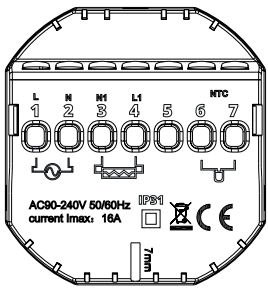
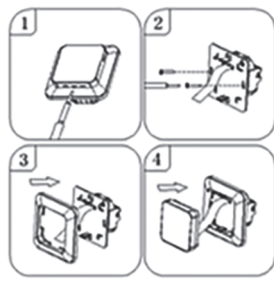

Abbildung 1. Beschreibung der Klemmleiste des Thermoreglers
Abbildung 2. Demontage des Thermoregulators
Der Temperaturregler ist für den Einbau in eine Elektrodose mit ø 60 mm vorgesehen. Für seine Installation im Schaltkasten und den elektrischen Anschlüssen, öffnen Sie das Gehäuse sehr vorsichtig (um das Verbindungsband nicht zu beschädigen), indem Sie die Displaybaugruppe gemäß den Anweisungen in Abbildung 2 oben entfernen. Die Installation des Temperaturreglers sollte an einem Ort geplant werden, der keiner direkten Sonneneinstrahlung ausgesetzt ist. Abbildung 1 zeigt die Klemmleiste des Temperaturreglers, die für den elektrischen Anschluss des Geräts an das Stromnetz verwendet wird. Verbinden Sie den Neutralleiter (N) der Netzleitung mit der mit Nummer 2 gekennzeichneten Klemme und den Phasenleiter (L) mit der mit Nummer 1 gekennzeichneten Klemme. Schließen Sie andererseits das Heizgerät (Matte, Heizfolie) an an die Klemmleiste: den Neutralleiter (N1) der Stromversorgung des Heizgeräts an die mit Nummer 3 gekennzeichnete Klemme und den Phasenleiter (L1) an die mit Nummer 4 gekennzeichnete Klemme anschließen. An den externen NTC-Temperatursensor sollte angeschlossen werden die mit den Nummern 6 und 7 gekennzeichneten Klemmen, Polarität spielt jedoch keine Rolle. Nach Abschluss der Installation und Herstellung der elektrischen Anschlüsse sollte das System gemäß dem nächsten Abschnitt dieses Handbuchs konfiguriert werden.